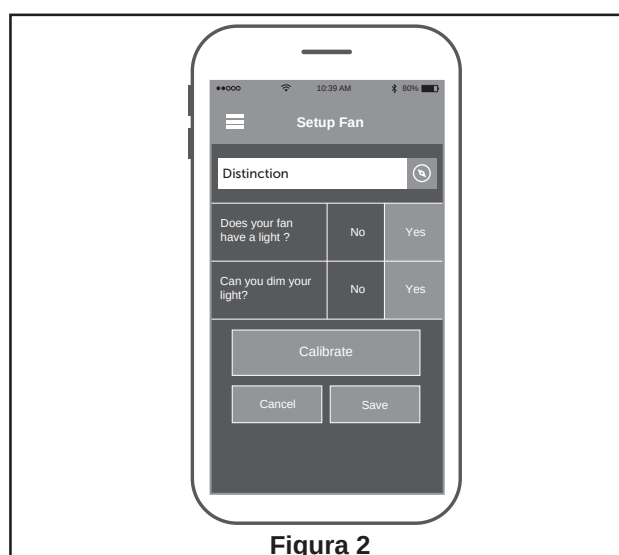

Figura 2
- ☐ 2. Pulse Guardar y su ventilador estará listo para ser utilizado. (Figura 2)